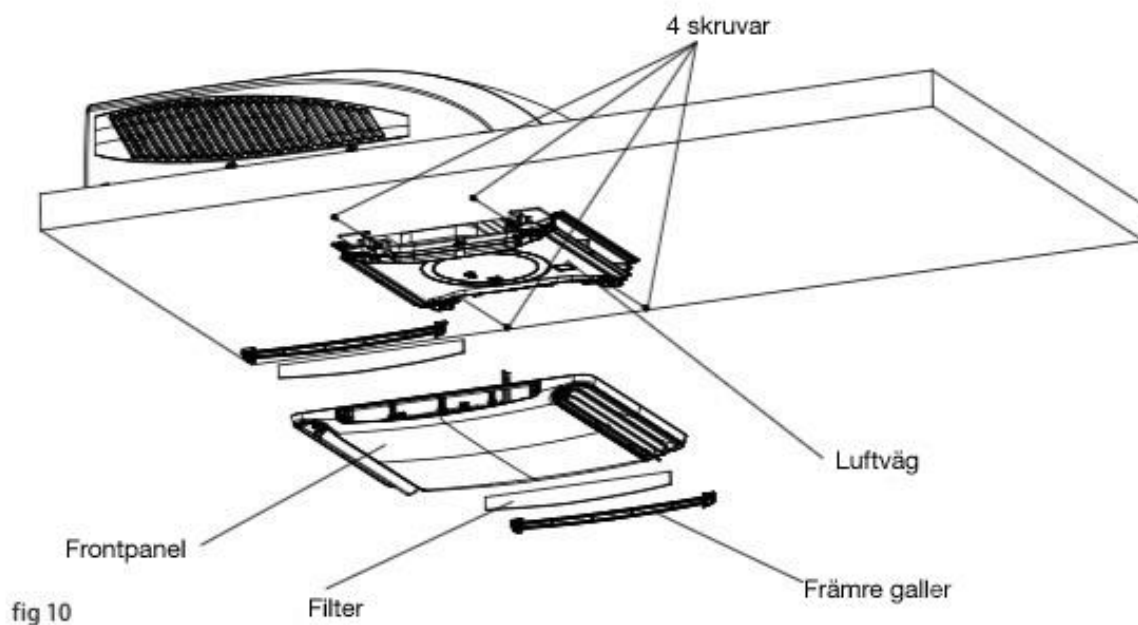

fig 10
2. Sätt fast gallret på inomhusenheten med 4 skruvar (se bild 10).